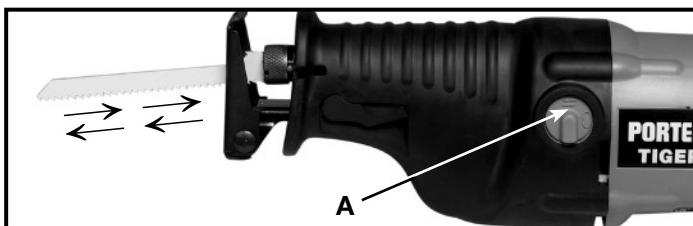
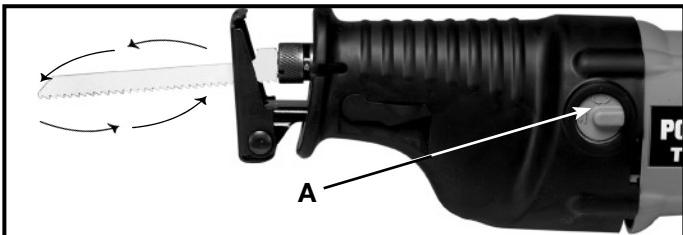

Fig. 10
Fig. 11
Le Modèle 748 est pourvu d'une lame à deux mouvements : vous avez le choix entre un mouvement alternatif droit, comme illustré à la Fig. 10, ou un mouvement orbital comme illustré à la Fig. 11. Le mouvement alternatif droit doit être utilisé pour toutes les opérations de coupe des métaux, et pour les applications de coupe du bois là où le fini importe davantage que la vitesse. Le mouvement orbital sert à la coupe rapide du bois.
Pour régler la scie au mouvement alternatif droit : tournez le bouton (A) Fig. 10, en sens horaire, de manière à ce que la barre soit verticale (le symbole opposant de flèche en haut), comme illustré à la Fig. 10.
Pour régler la scie au mouvement orbital : tournez le bouton (A) Fig. 11, en sens anti-horaire, de manière à ce que la barre soit horizontale (le symbole ovale de flèche en haut), comme illustré à la Fig. 11.
AVERTISSEMENT Ne pas utiliser l'outil si le bouton (A) fig. 10 & 11 sont cassés comme a exposé des parties en métal peuvent être faites la vie si la lame coupe dans le fil sous tension dans un mur.